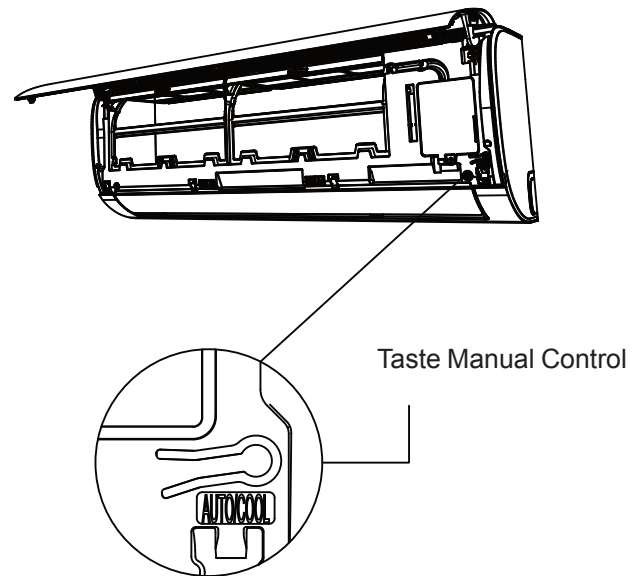

Abb. 8.1
2. Die Taste MANUAL CONTROL befindet sich auf der rechten Seite des Geräts. Drücken Sie die Taste 2-mal, um die COOL-Funktion auszuwählen. Siehe Abb. 8.1.